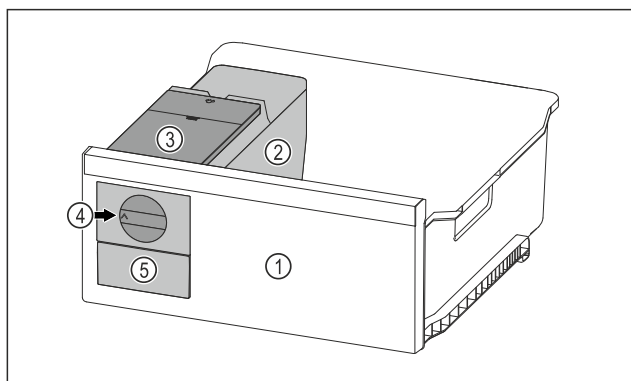

Fig. 66 Simbolična slika
- ▶ Vrtljivi gumb Fig. 66 (4) obrnite do konca v smeri urinih kazalcev.
- ▷ Kocke ledu iz posode za ledene kocke padajo v predal za ledene kocke Fig. 66 (5).